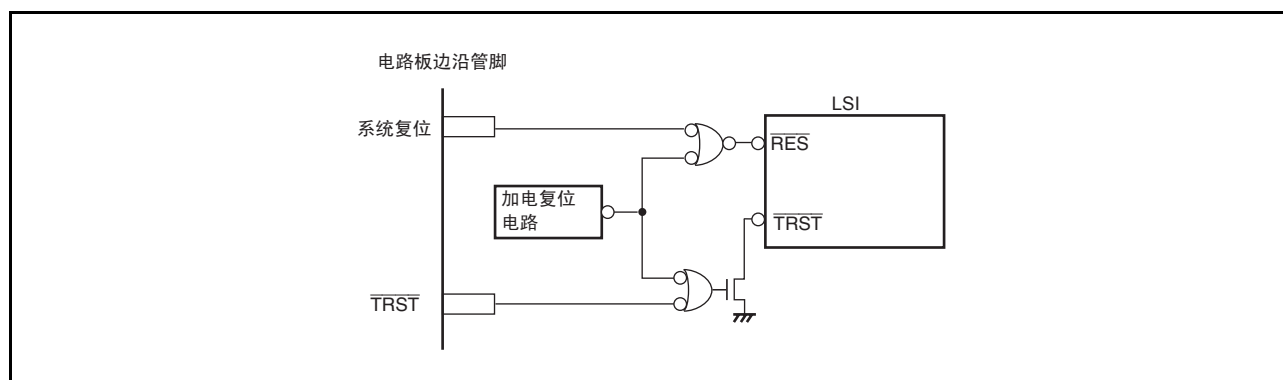

图 13.4 互相不干扰的复位信号的设计例
- 相反，为了使LSI的系统复位不影响板上测试器的 $\overline{\text{TRST}}$ 信号，请分离电路。图13.4中所示的是不相互干扰的复位信号的设计例。